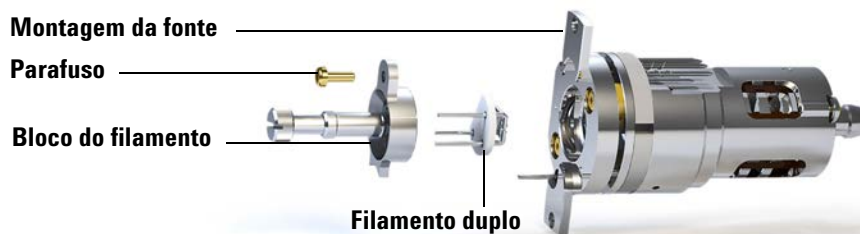

Figura 42 Substituição do duplo filamento
- 4 Remova o parafuso de fixação do bloco do filamento para a montagem da fonte. (Consulte Figura 42 na página 143).
- 2 Insira os três pinos sobre o filamento duplo através da parte traseira do bloco de filamento. (Consulte Figura 42 na página 143).